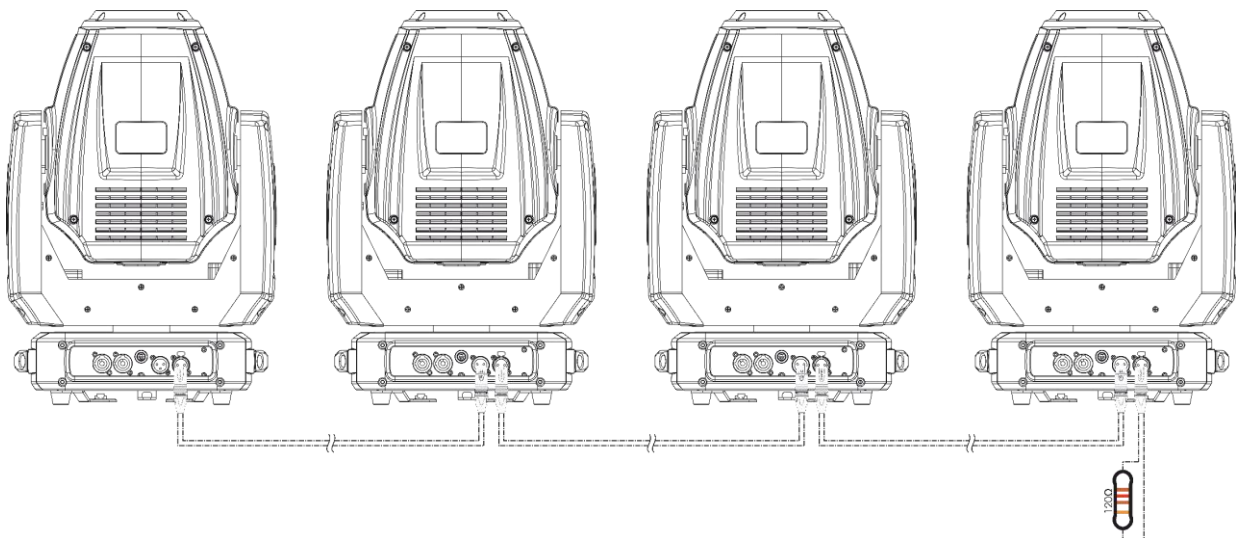

Fig. 09
- 06) Ripetere il passaggio 1 per collegare tutti i dispositivi come indicato nella Fig. 09. Il primo dispositivo connesso verrà riconosciuto automaticamente come dispositivo master.